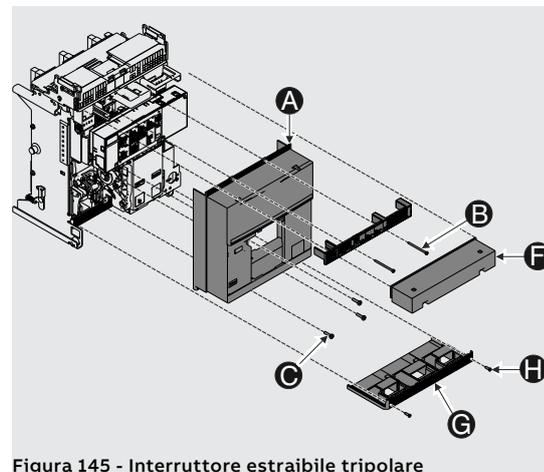

Figura 145 - Interruttore estraibile tripolare
3. Con interruttore in versione estraibile (Figura 145 - Interruttore estraibile tripolare), smontare la protezione (F) ed il copiterminali (G) togliendo le viti (H)